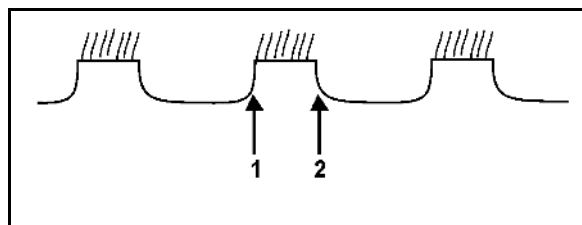

Fig. 49
For dette finnes det seks innstillingsposisjoner (Fig. 49).
3. Løsne splint (Fig. 49/1).
4. Sett eksenterbolt (Fig. 49/2) i ønsket innstillingsposisjon.
En standard innstillingsposisjon er markert med en pil (Fig. 49/3).